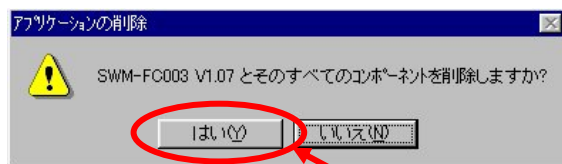

図1.3-4
(4) 削除の確認ダイアログが表示されます。(図1.3-4)